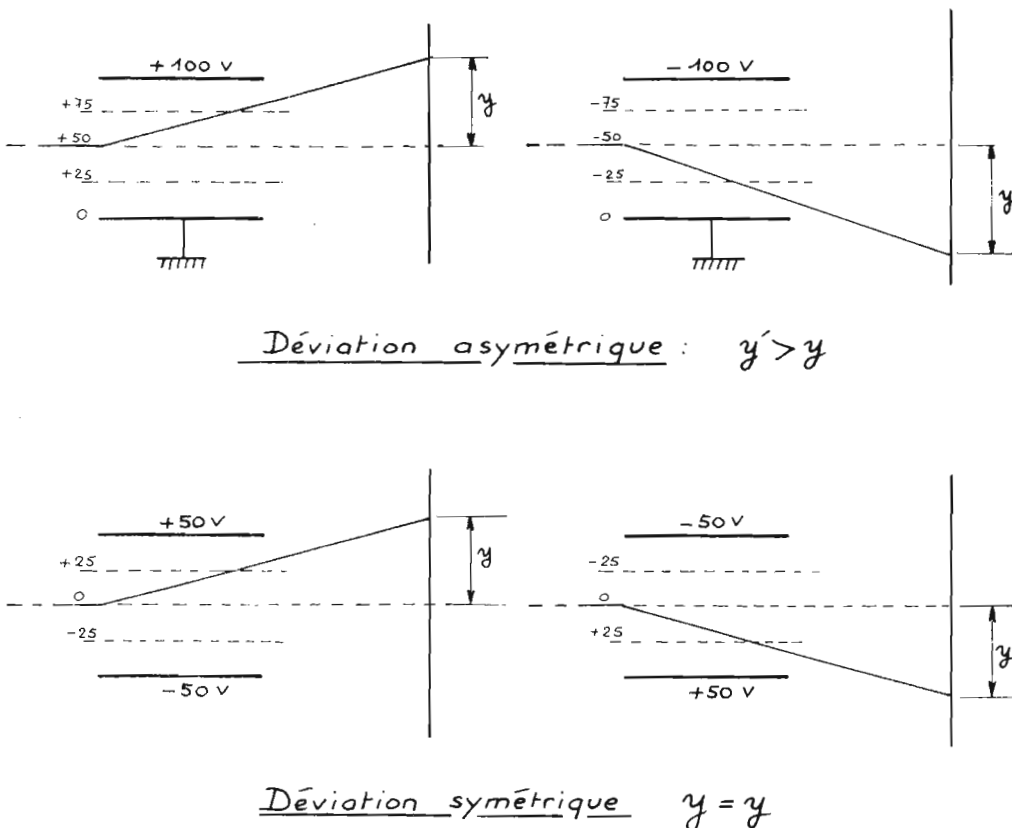

Fig. 4
Dans le cas contraire, le faisceau ralentit (V diminue) et la déviation augmente. On a dissymétrie des déviations avec $y' > y$! Voir figure 4. Cela détermine
– **symétrique.** Au contraire, si les plaques sont utilisées toutes deux pour contribuer à la déviation, comme on le voit en figure 4, alors les deux déviations « y » sont parfaitement égales.